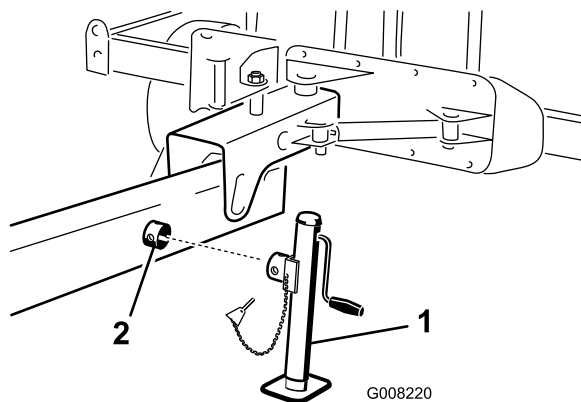

Figure 10
1. Sur le côté du dispositif d'attelage, emboîtez le cric sur le tube (Figure 10).
2. Tournez le cric jusqu'à ce que les trous soient alignés et fixez le tout avec la goupille à anneau (Figure 10).